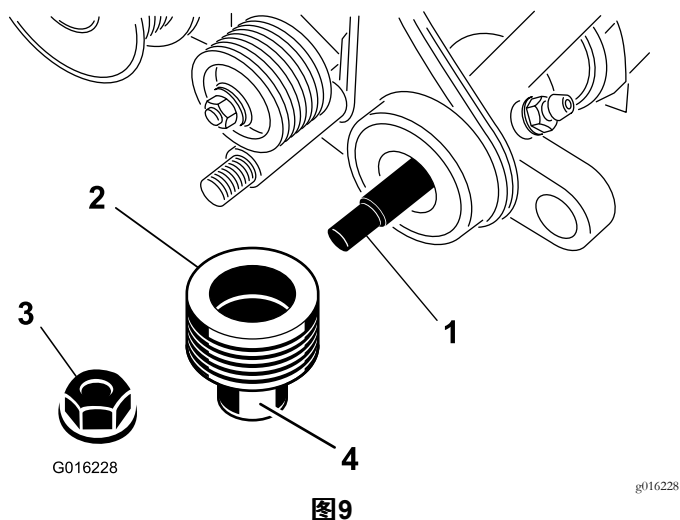

图9
17. 向驱动皮带轮的密封表面涂抹润滑脂如 图9 所示。
18. 将皮带轮滑到疏草刀轴上 图9。
19. 用凸缘锁紧螺母将皮带轮固定到轴上然后上紧扭矩至 2328N·m 图9。
20. 向左侧支撑板内的密封件和疏草刀轴的末端涂抹润滑脂 图9。